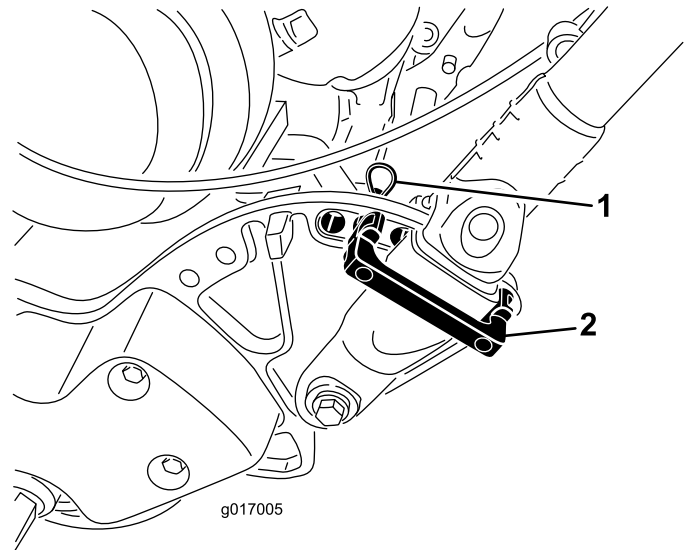

图24
1. 卸下剪草机各侧手柄卡环上的发卡销（图24）。
2. 当撑住手柄时、取下两侧的发卡销、然后将手柄旋转到所需的操作位置（图24）。